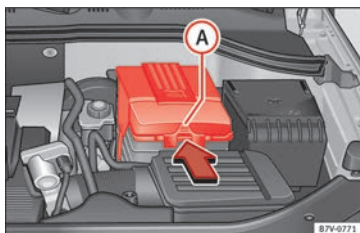

Fig. 248 Dans le compartiment moteur : retirez le couvercle de la batterie du véhicule.
- *En présence d'un couvercle* : appuyez sur la languette » fig. 248 (A) dans le sens indiqué par la flèche et retirez le cache vers le haut.